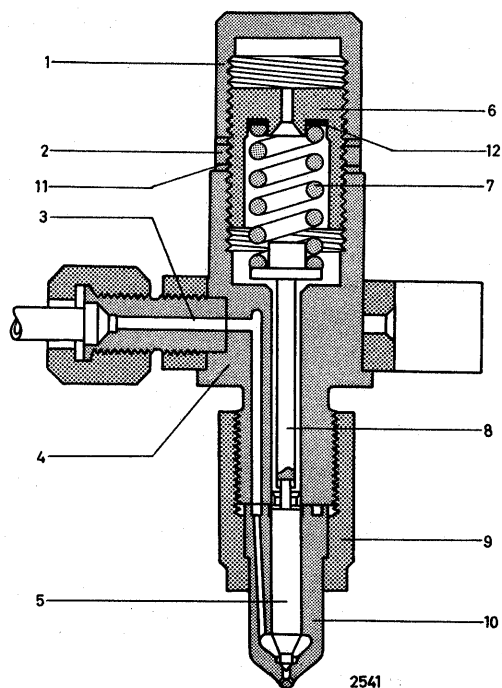

Fig. 30. Snit af injektor.
2. Pump med håndtaget, indtil forstøveren åbner og aflæs trykket på manometret. Det skal ligge mellem 125 og 130 kp/cm². Abningstrykket justeres, ved at man aftager kapselmøtrikken (1) fig. 30, løsner låsemøtrikken (2) og drejer justerskruen (6). Pas på, at justerskruen ikke drejer sig, når låsemøtrikken tilspændes.